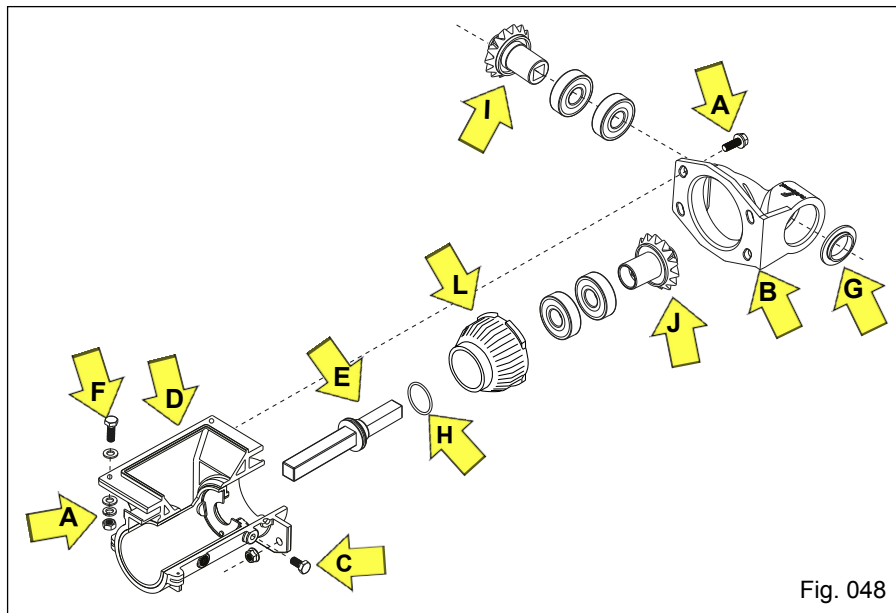

Fig. 048
e) Para a troca, limpeza ou substituição dos rolamentos e componentes do conjunto, retire o conjunto dosador da Plantadora através da remoção do eixo acionador e buchas de união, afrouxe e retire os parafusos de fixação do dosador na base do distribuidor. A seguir retire os quatro parafusos e porcas “A” de fixação do mancal suporte dos pinhões de transmissão “B”, afrouxe e retire os parafusos “C” de fixação do revestimento “D”, retirando a seguir o conjunto. Retire o eixo acionador “E” e remova a bucha “L” dos mancais do rolamento, fazendo a limpeza ou substituição necessária (Fig. 048).
Observe se há necessidade de montar arruelas de ajuste “H” nos pinhões “I e J”. Havendo necessidade de substituição dos pinhões, troque as tuas peças, ou seja o pinhão motriz “I” e o pinhão movido “J”. Aproveite para verificar as condições do parafuso “F”, caso os mesmos apresentarem corrosão excessiva, deve substituir por parafuso de inox (Fig. 048).